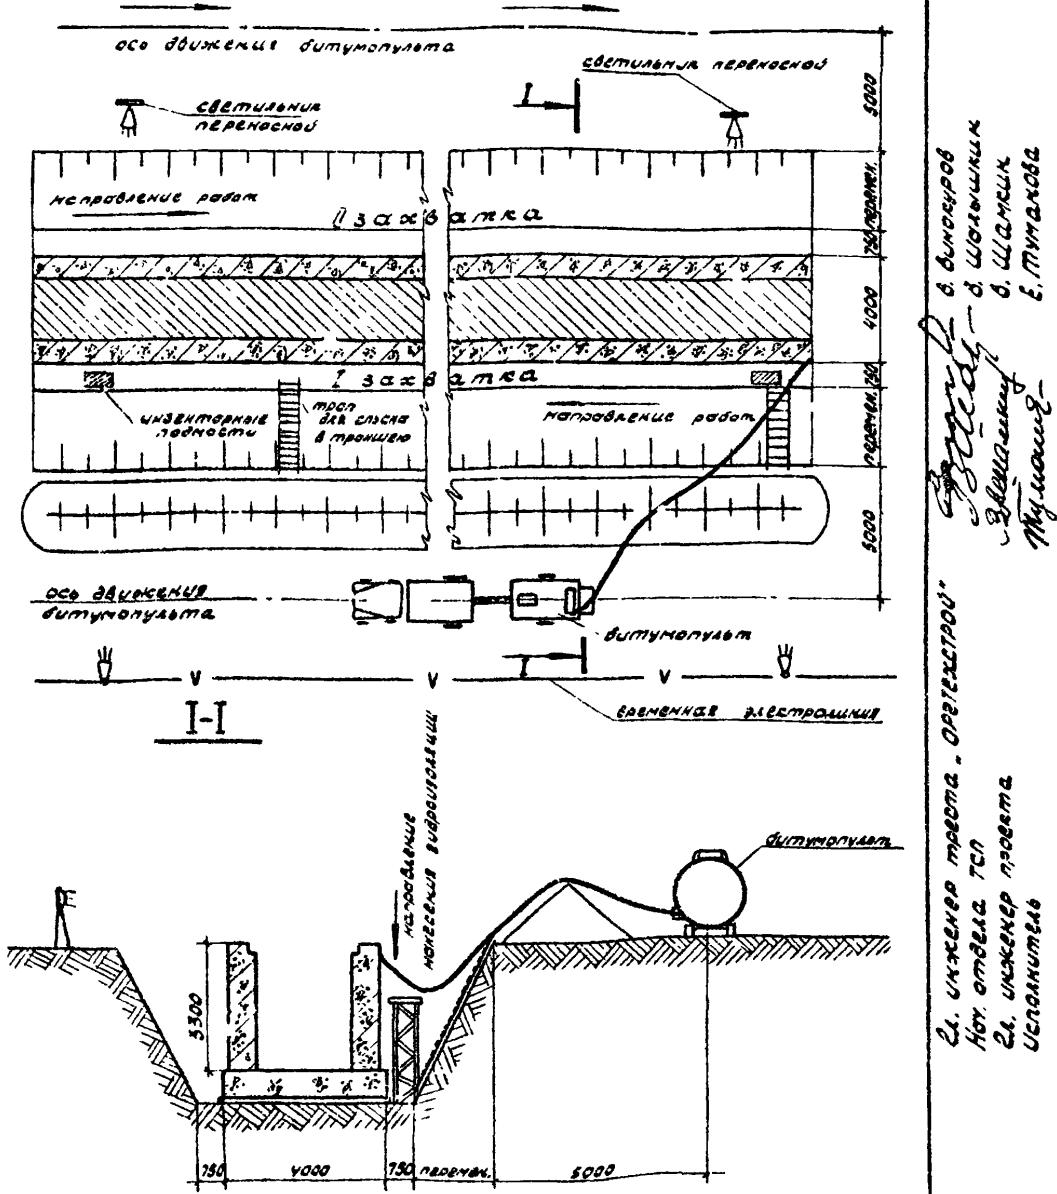

Рис.1. Схема организации работ по захватке эликса 100м.
2. Гидроизоляция вертикальных поверхностей коллектора ведется последовательно по захваткам в порядке, указанном на схеме (рис.1), путем нанесения холодной битумной мастики с помощью битумопульта, который предназначен для заготовки мастики. По битумному и воздушному шлангам, длина которых 20м, мастика и воздух подаются к удочке, при помощи которой мастика наносится на поверхность.
Битумопульт передвигается вдоль траншеи, согласно схеме (рис.1).